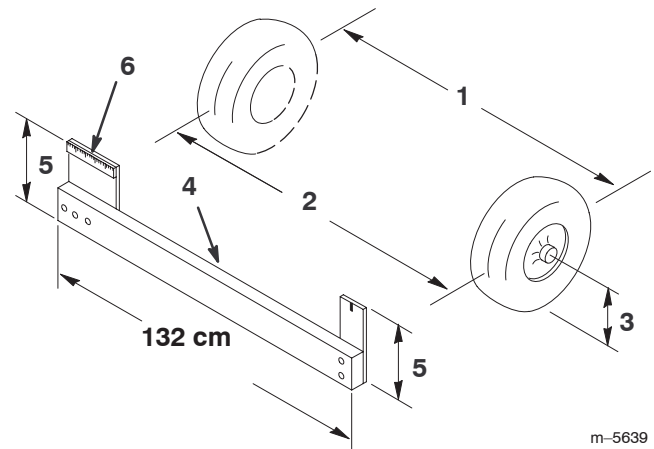

Bild 34
2. Messen Sie den Abstand zwischen beiden Vorderreifen auf Achshöhe (an der Vorder- und Rückseite der Vorderreifen) (Bild 34). Eine Messlehre ist für das hintere Maß der Vorderreifen auf Achshöhe erforderlich. Benutzen Sie das gleiche Maß für das genaue Vermessen der Vorderseite der Vorderreifen auf Achshöhe (Bild 34).